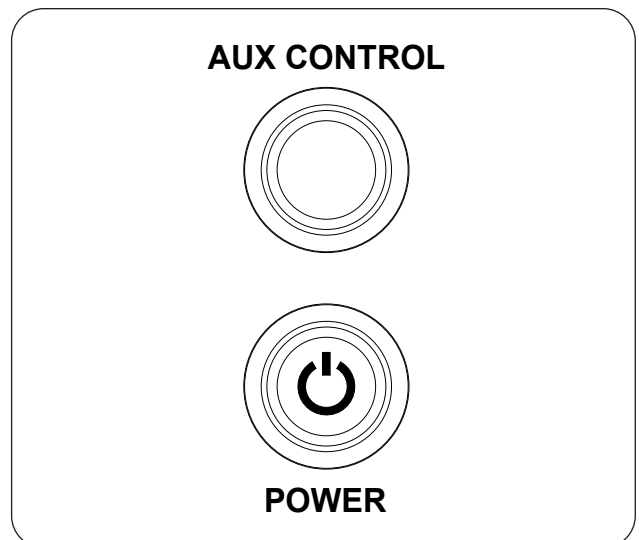

Fig. 36-1 Opération manuelle:
1. Localisez le bouton **POWER** sur le panneau de commande et appuyez dessus (voir Fig. 36-1). Le voyant s'allumera pour indiquer que le système est activé et prêt.
2. Localisez le bouton **AUX CONTROL** sur le panneau de commande et appuyez dessus (voir Fig. 36-1). Le voyant s'allumera et la séquence d'allumage du brûleur commencera.
Pour éteindre le brûleur (le système restera allumé), appuyez sur le bouton **AUX CONTROL** (voir Fig. 36-1).
Pour arrêter le brûleur et le système (arrêt total), appuyez sur le bouton **POWER** (voir Fig. 36-1).